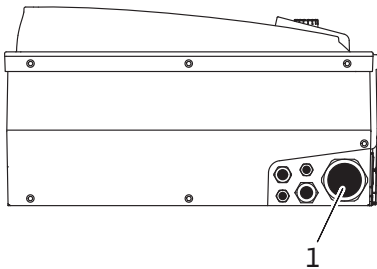

Fig. 23: Kabelförskruvning M40
- Nätkabeln ska föras in genom kabelförskruvningen M40 (Fig. 23, pos. 1).